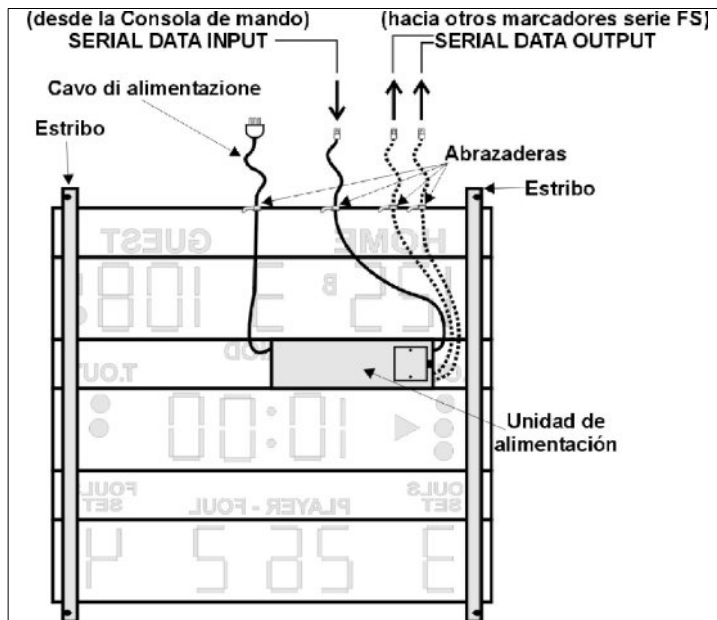

Fig. 3.6: Conexión de los cables de alimentación y de transmisión de datos (vista trasera)
1. Enchufe el cable de alimentación a la toma correspondiente y fije el otro extremo a la parte alta del marcador con la abrazadera prevista (véase la Fig. 3.6); con esto se pretende dejar el enchufe situado encima del marcador después de haber instalado éste último en la pared.
2. Para los marcadores centrales, además del cable serie largo para conectar la consola de mando, se suministran también tres alargaderas de 1 m aproximadamente. Enchufe una de estas alargaderas al conector "SERIAL DATA INPUT" y fije el otro extremo en la parte alta del marcador usando una abrazadera (véase la Fig. 3.6). Esto facilita la conexión con el cable serie de la consola, cuando el marcador está instalado en la pared.